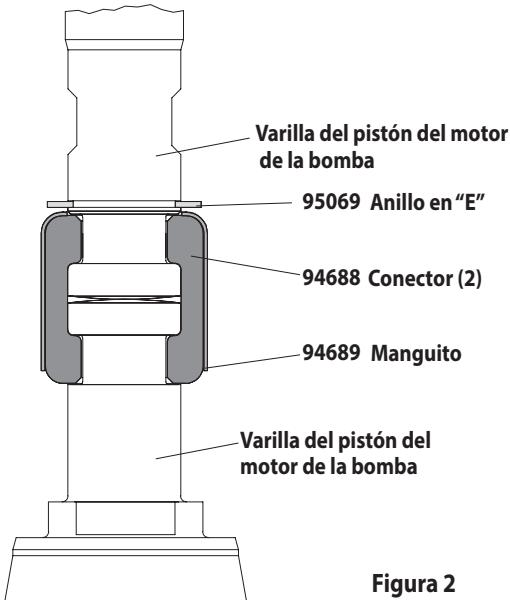

Figura 2
- Utilizando pinzas de anillo e, deslice el (95069) anillo en "E" lo suficiente como para permitir la manga para moverse hacia arriba y suelte los dos conectores (ver figura 2). Ponga a un lado el motor de aire.